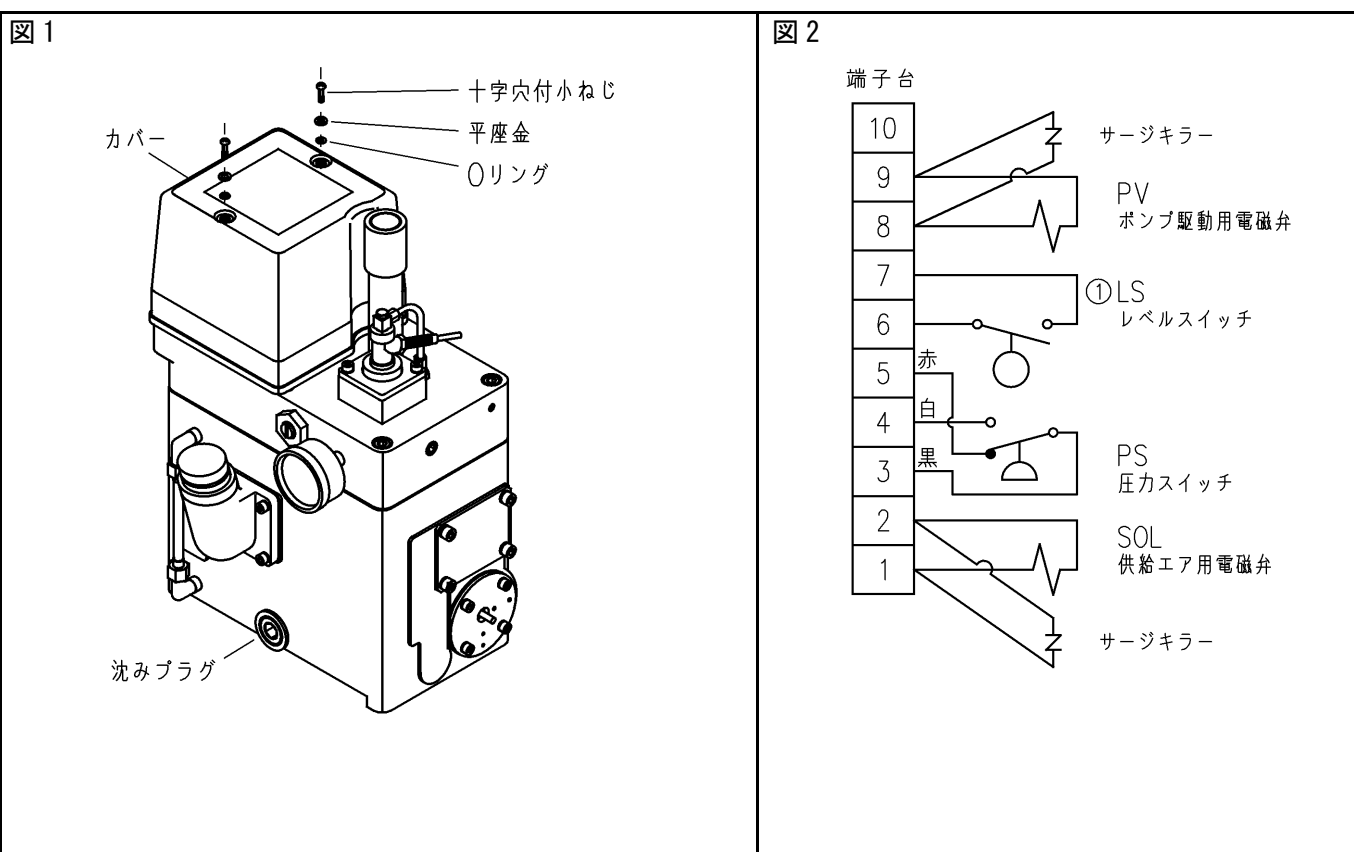

図 3
4. 端子台取付ブラケット 2 個を固定している十字穴付小ねじ 4 本をゆるめて取り外します。(図 3)
4. 分解手順 4 で取り外した端子台取付ブラケットを 4 本の十字穴付小ねじを締め付けて固定します。(図 3)